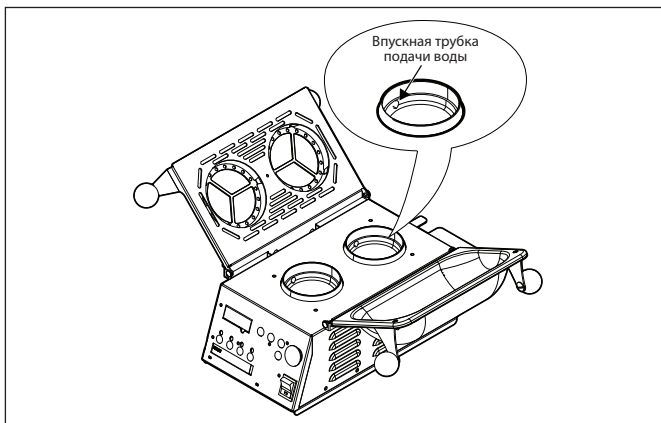

Рис. 7. Впускная трубка подачи воды
1. При низкой температуре устройства, вставьте выпрямленную скрепку в отверстие впускной линии подачи воды на глубину не более 3,8 см./1 1/2 дюйм. (рис. 7).